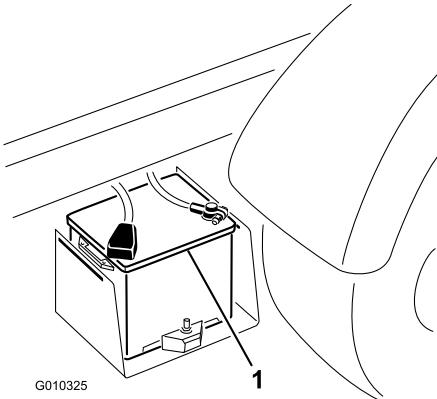

図 6
- 充電が終わったらチャージャをコンセントから抜き、バッテリー端子からはずす(図6)。